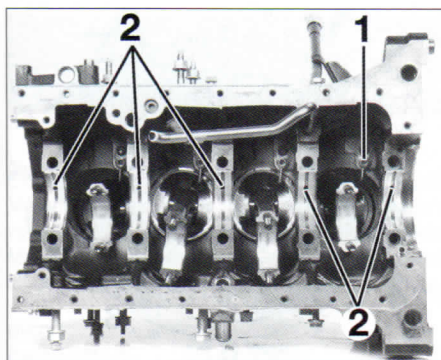

FIG. 53
- Montar los surtidores de fondo de pistón (1) (fig. 53).
- Montar en el bloque motor los cojinetes (2) ranurados, según la clase determinada para cada apoyo.